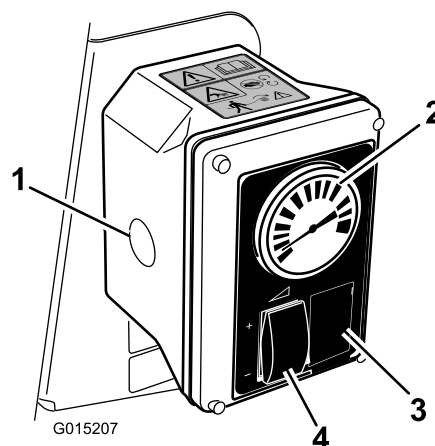

Figure 13
6. Réglez la commande de débit et la manette d'accélérateur pour augmenter ou réduire la pression au manomètre à la valeur voulue (Figure 13).